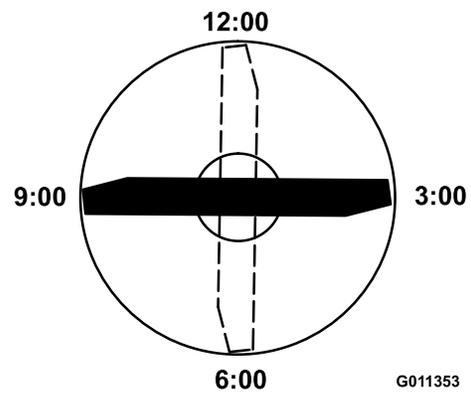

Figura 71
3. Posicione a extremidade de corte da extremidade marcada da lâmina na posição das 12 horas (a direita na direção do corte) e meça a altura da mesa à extremidade de corte da lâmina (Figura 71).
4. Rode a extremidade marcada da lâmina para as posições das 3 horas e das 9 horas e meça as alturas (Figura 71).